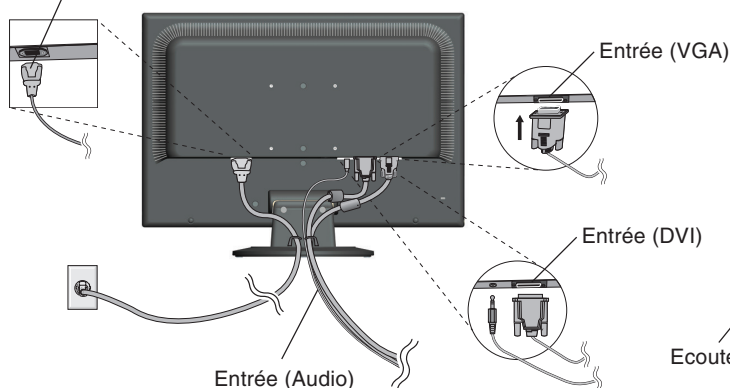
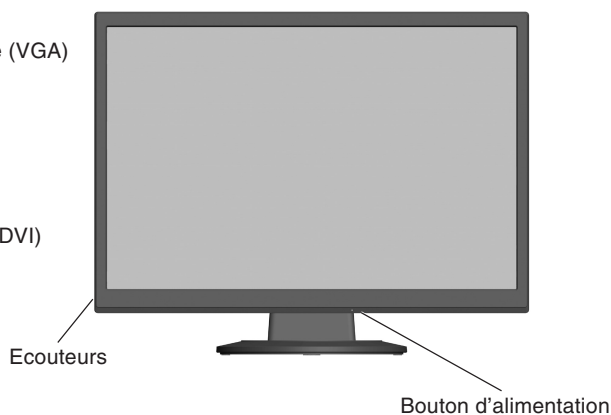

Figure B.1
Figure C.1
3. Branchez le mini-connecteur D-SUB à 15 broches du câble vidéo et le câble audio au connecteur approprié à l'arrière du moniteur (**Figure B.1**). Branchez les écouteurs (non fournis) au connecteur approprié à gauche du moniteur (**Figure C.1**).
4. Connectez une extrémité du cordon d'alimentation au moniteur et l'autre à la prise de courant. Mettez le câble du signal vidéo et le cordon d'alimentation dans le support de câble (**Figure B.1**).
5. Allumez le moniteur avec le bouton d'alimentation situé sur la face inférieure ainsi que l'ordinateur (**Figure C.1**).